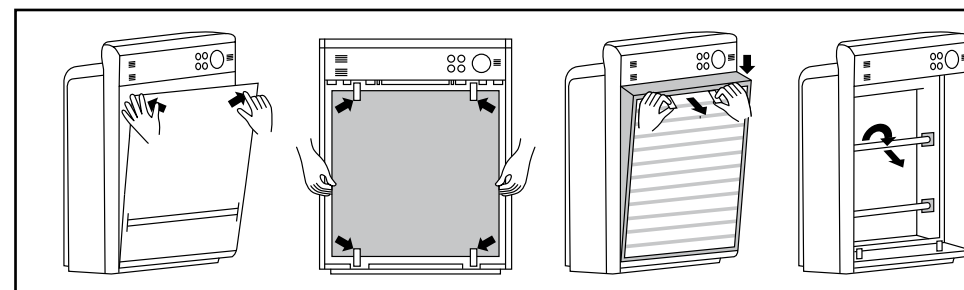

Abb. 4: Demontage
- 1 Vordere Abdeckung (5):** Drücken Sie auf die rechte und linke obere Ecke der Abdeckung (5), um die Verriegelung zu lösen. Ziehen Sie dann die Abdeckung (5) nach oben, um sie abzunehmen.
- 2 Vorfilter (7):** Öffnen Sie die Schlösser in der angegebenen Richtung in **Abb. 4**, um den Vorfilter (7) abnehmen zu können.
- 3 Hauptfilter (8):** Ziehen Sie die den Filter (8) an den beiden oberen Laschen heraus.
- 4 UV-Röhren (9):** Drehen Sie die Röhren (9) vorsichtig im Uhrzeigersinn oder gegen den Uhrzeigersinn, bis die Anschlüsse durch die Öffnungen der Fassungen zu sehen sind. Nehmen Sie die Röhren (9) nun aus der Röhrenhalterung. Fassen Sie die Röhren (9) nur an den Keramik-Endstücken an und tragen Sie Haushaltshandschuhe.